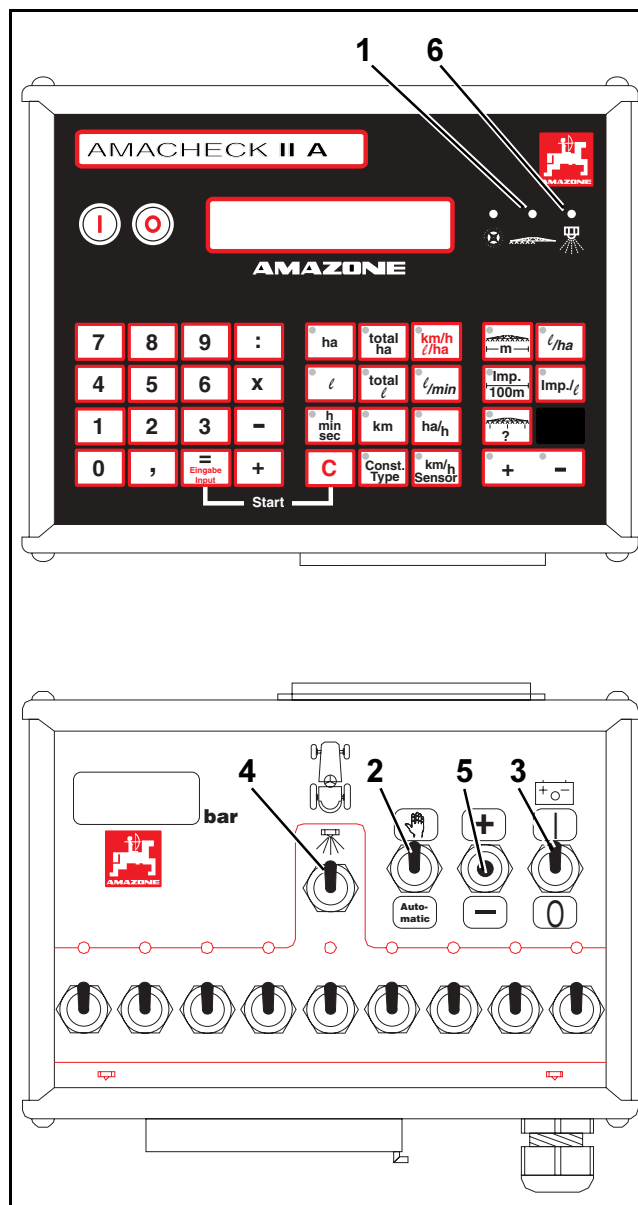

Рис. 39
- Для установки необходимой нормы внесения рабочего давление опрыскивателя регулируется при помощи клавиши $\pm$ (Рис. 39/5).
При отклонениях между приборной и необходимой нормой внесения (заданное значение) необходимо изменять рабочее давление опрыскивателя при помощи клавиши $\pm$ Taster (Рис. 39/5) так долго, пока приборная и необходимая норма внесения не будут совпадать.
При отключенных штангах опрыскивателя загорается диод над символом сопла (Рис. 39/6), это означает, что опрыскиватель находится в рабочем положении.